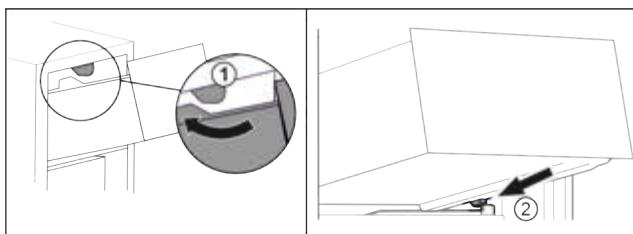

Fig. 23
- ▶ Обвести висувний ящик навколо верхнього стопора. Fig. 23 (1)
- ▶ Встановити висувний ящик за нижніми стопорами на ребро для резервуара навскоси. Fig. 23 (2)